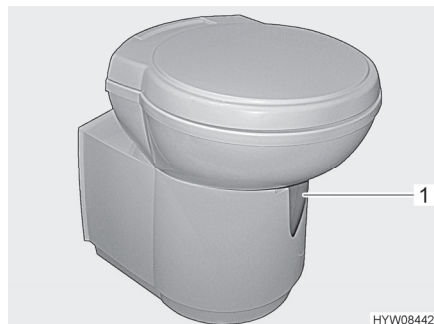

Fig. 82 Tazza del WC Thetford (orientabile)
- Prima di tirare l'acqua, aprire il cursore della toilette Thetford. A tal fine girare la leva del cursore (Fig. 82,1) in senso antiorario.